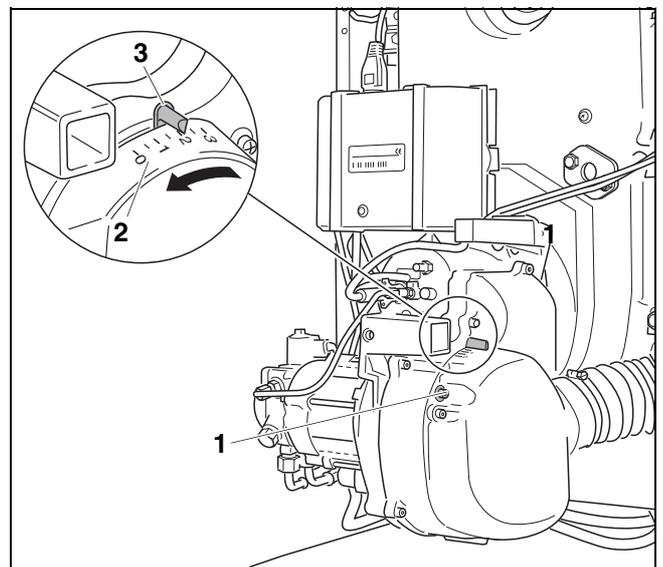

Bild 22 Ansaugluftführung einstellen
- ▶ Feststellung der Ansaugluftführung (ALF) lösen (→ Bild 22, [1]).
Achten Sie darauf, dass ein höherer Gebläse-Druck durch Verschieben des Reglers zu kleineren Zahlenwerten auf der Anzeigeskala führt. Dies entspricht der Pfeilrichtung in → Bild 22.